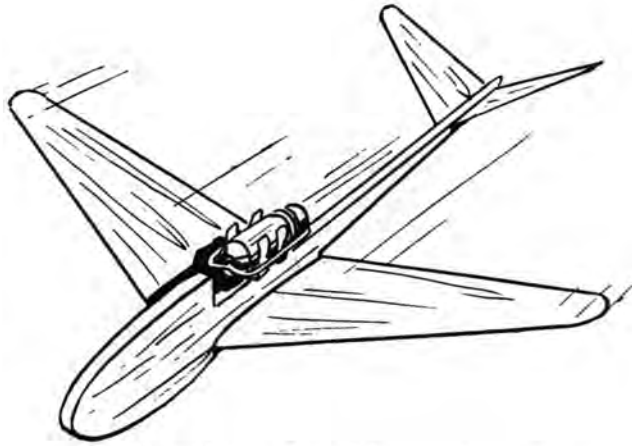

Fig. 31. — Un appareil tout bois propulsé par fusée
c) **par une fusée.** (fig. 31).